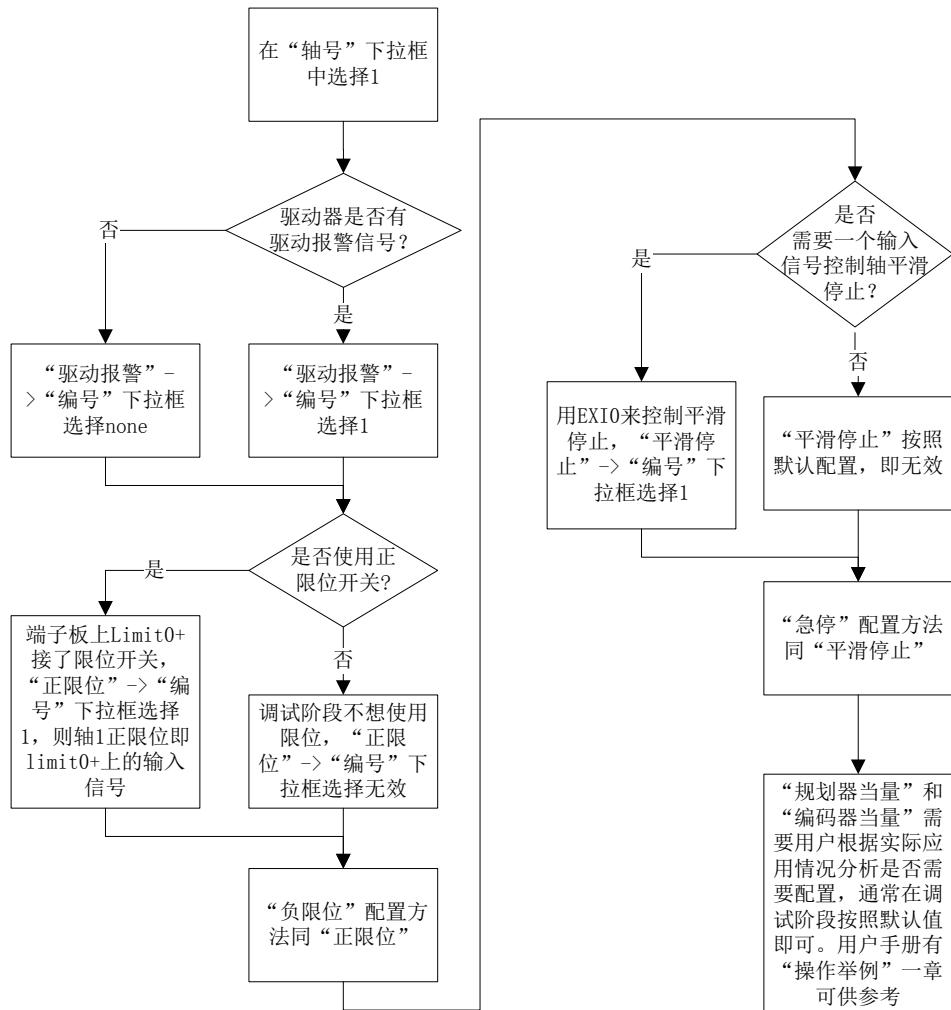

图 4-30 闭环模式下 axis 配置流程
- (1) 打开 MCT2008 软件，点击“工具”->“控制器配置”->“axis”页，如图 4-30 所示。